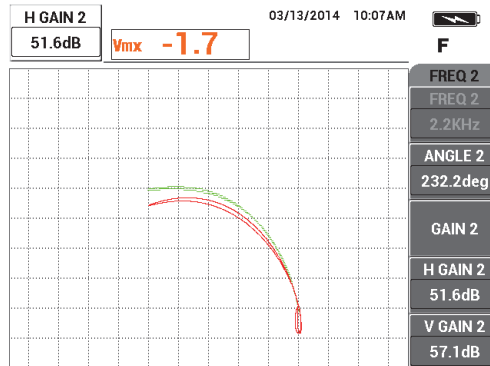

図 5-123 周波数 2 信号の水平振幅の調整
15. ゲインキー (**dB**) をさらに 2 回押し、ゼロポイントから正確に 5 区分左に達するまで、周波数 2 信号 (赤色) の水平振幅を下げます (216 ページの図 5-123 を参照)。